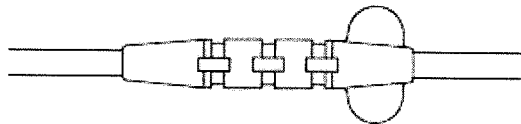

Figura 13. Manguito ranurado de fijación de triple surco con lengüetas
**PRECAUCIÓN:** Se facilitan lengüetas con los manguitos de fijación para disminuir la posibilidad de que el manguito entre en la vena. No quitar las lengüetas (Figura 13). Si se utiliza una funda de introductor percutáneo de cable con un diámetro grande, se deberá tener mucho cuidado para prevenir que el manguito de fijación entre en el lumen del introductor del cable y/o en el sistema venoso.